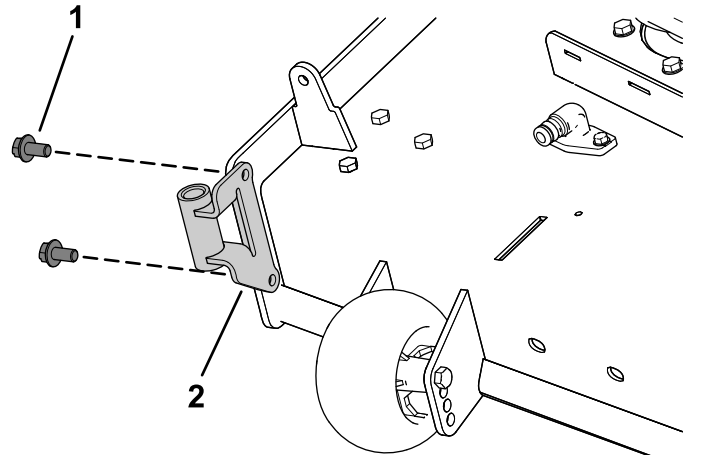

Figure 7
- Fixez le support de ventilateur sur le plateau de coupe à l'aide de 2 vis à embase à tête hexagonale ($\frac{3}{8}$ " x $\frac{3}{4}$ "), comme montré à la Figure 7.